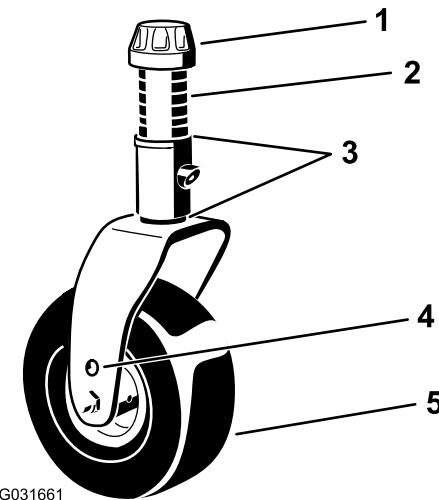
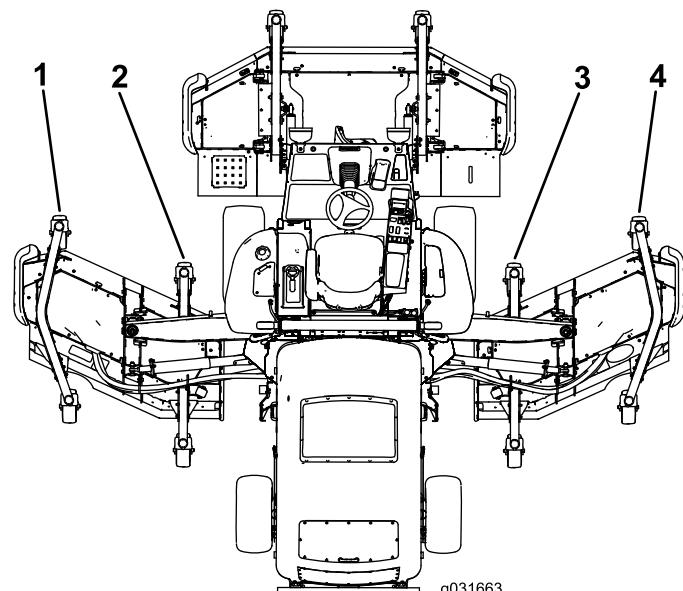

Рисунок 31
Рисунок 32
- Если внутренняя кромка боковой деки газонокосилки находится слишком высоко по отношению к наружной кромке передней деки газонокосилки, снимите одну регулировочную прокладку с нижней части рычага переднего внутреннего поворотного колеса на боковой деке газонокосилки (Рисунок 31 и Рисунок 32).
- Если внутренняя кромка по-прежнему находится слишком высоко, снимите еще одну прокладку с нижней части рычага переднего внутреннего поворотного колеса боковой деки газонокосилки и одну прокладку с рычага переднего наружного поворотного колеса боковой деки газонокосилки (Рисунок 31 и Рисунок 32).
- Если внутренняя кромка боковой деки газонокосилки находится слишком низко по отношению к наружной кромке передней деки газонокосилки, добавьте одну прокладку (1/8 дюйма) в нижнюю часть рычага переднего внутреннего поворотного колеса на боковой деке газонокосилки (Рисунок 31 и Рисунок 32).